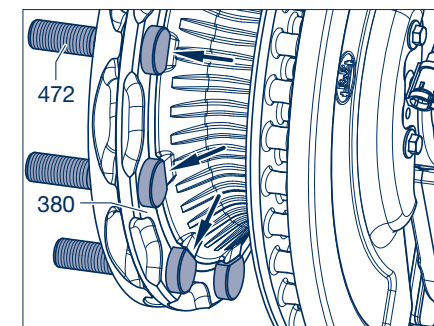

Рисунок 25
- [36] Выровнять ступичную систему ECO (434) и тормозной диск (380), так чтобы совпали отверстия для болтов крепления колеса (472).
- [37] Вставить болты крепления колеса (472) максимально глубоко в тормозной диск/ступичную систему ECO. При этом следить за правильным положением головки болта на тормозном диске (380, защита от прокручивания), см. рис. 25.